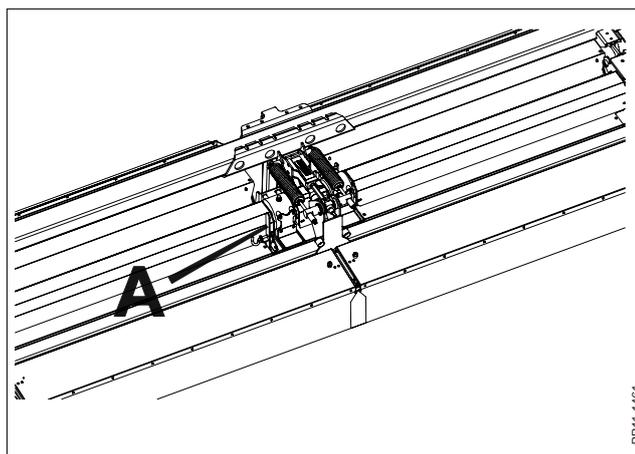

Abb. 3-10
**Abb. 3-10** Es gibt 3 Einstellungsmöglichkeiten der Aufbereiterplatte. Die Einstellung erfolgt durch Drehung des Griffs **A**, der in 3 Positionen eingestellt werden kann.